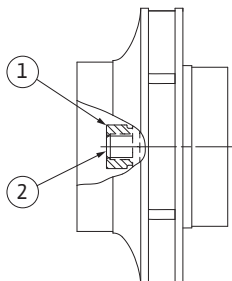

Fig. 50: Правильное положение гайки рабочего колеса после монтажа
29. Удерживая вал (см. операцию 24), затянуть гайку рабочего колеса с предписанным моментом (см. таблицу 2 «Моменты затяжки винтов»). Гайка (рис. 50, поз. 1) должна располагаться заподлицо с концом вала (рис. 50, поз. 2) с допуском $\pm 0,5$ мм. Если это условие не выполняется, ослабить гайку и повторить операции 25 – 29.